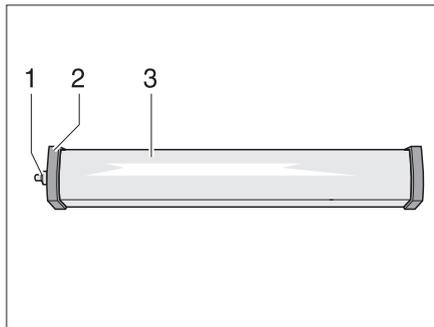

Bild 274 Raumleuchte
- Kappe (Bild 274,1) abschrauben.
- Deckel (Bild 274,2) abnehmen.
- Leuchtenabdeckung (Bild 274,3) leicht zusammendrücken und abnehmen.